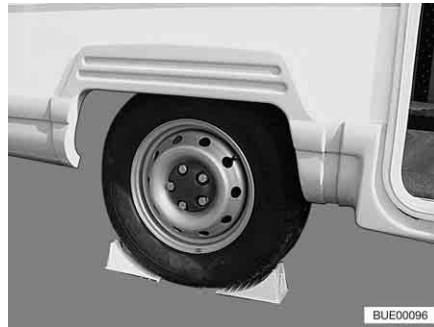

Fig. 282 Asegurar el vehículo
- Colocar las cuñas de calzo u objetos similares adecuados debajo de la rueda opuesta para asegurar el vehículo (Fig. 282).